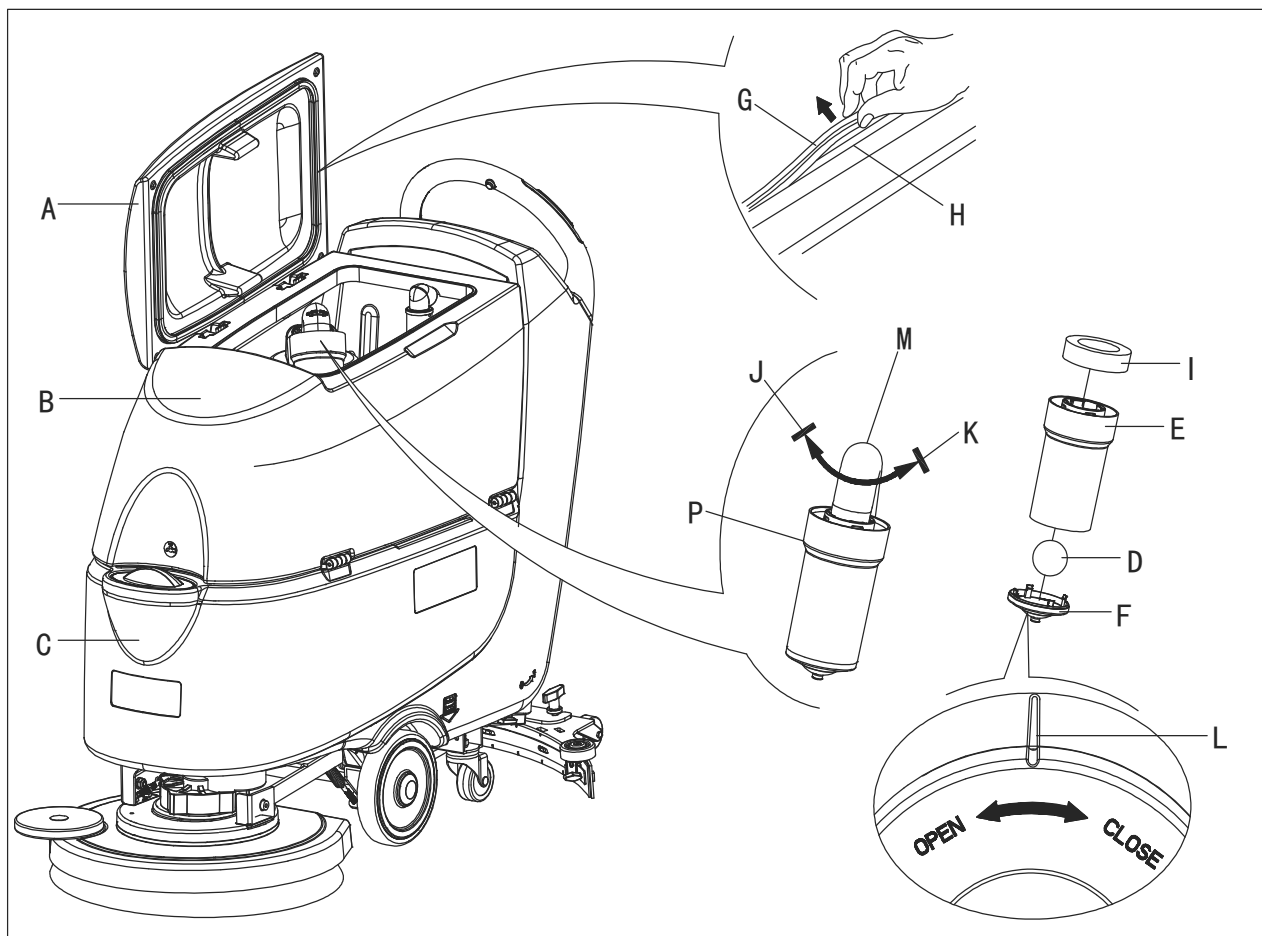

Abbildung 23
2. Stellen Sie sicher, dass die Maschine ausgeschaltet ist und der Zündschlüssel (54) abgezogen wurde.
3. Drehen Sie den Schmutzwassertankdeckel (A, Abb. 23) in die 90-Grad-Position, wo er vom Tank abgenommen werden kann und nehmen Sie dann den Schwimmerkugelfilter (P) aus dem Tank.
4. Drehen Sie den Schmutzwassertankdeckel (A), den Schmutzwassertank (B), den Reinwasserbehälter (C) und die Schwimmerkugel Filterstützrahmen (E). Entleeren Sie den Schmutzwassertank über den Ablaufschlauch (22).
5. Öffnen Sie bei Bedarf die untere Abdeckung (F) des Schwimmerkugelfilters mithilfe der Symbole "AUF" und "ZU", wie in (Abb. 23) gezeigt, und reinigen Sie die Schwimmerkugel (D), den Filterstützrahmen (E) und den Filterschwamm (I). Fixieren Sie nach der Reinigung die Schwimmerkugel (D) im Filterstützrahmen (E) und richten Sie die Markierungsrille (L) der Bodenkappe (F) des Schwimmerkugelfilter an der Markierungsrille (L) des Schwimmerfilterstützrahmens (E) aus. Schrauben Sie die Bodenkappe des Schwimmerkugelfilter fest und befestigen Sie den Filterschwamm (I) auf dem Schwimmerfilterstützrahmen (E). Schließen Sie ihn abschließend am Abwasser-Augschlauch (M) an.
7. Überprüfen Sie die Kontaktfläche der Dichtleiste (G) auf Integrität und ausreichende Abdichtung. Nehmen Sie die Dichtleiste ggf. aus der Tankrinne (H) und tauschen Sie sie aus. Bringen Sie die neue Dichtleiste wie in (Abb. 23) gezeigt an. Das Gelenk muss sich wieder im mittleren Bereich befinden.
8. Schließen Sie den Schmutzwassertankdeckel (A).